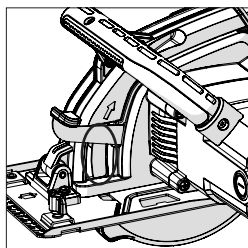

Fig. 13
Hay una ventana de visualización de la hoja de vidrio templado, (9), ubicada en la parte delantera izquierda de la protección superior de la hoja, cerca del lugar en el que emerge la hoja durante un corte. (Fig.13). Esta permite al operario monitorizar el progreso de un corte a la vez que se proporciona protección frente a una expulsión del material.